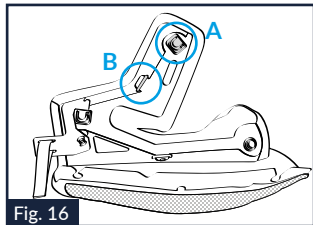

Fig. 16
13.2. Sganciare l'occhiello del telaio del guanciale in corrispondenza del gancio superiore "A" presente sul suo retro (Fig.16).
13.3. Sfilare la linguetta superiore "B" del telaio dal passante presente sul retro del telaio stesso (Fig.16).
13.6. Rinfilare la linguetta superiore "B" del telaio nel passante presente sul retro del guanciale e riagganciare l'occhiello in corrispondenza del gancio superiore "A" presente sul retro (Fig.16).
14.2. Sganciare l'occhiello del telaio posteriore del guanciale in corrispondenza del gancio superiore "A" presente sul suo retro (Fig.16).
14.3. Sfilare la linguetta superiore "B" del telaio dal passante presente sul retro del telaio stesso (Fig.16).
14.5. Rinfilare la linguetta superiore "B" del telaio nel passante presente sul retro del guanciale e riagganciare l'occhiello in corrispondenza del gancio superiore "A" presente sul retro (Fig.16).